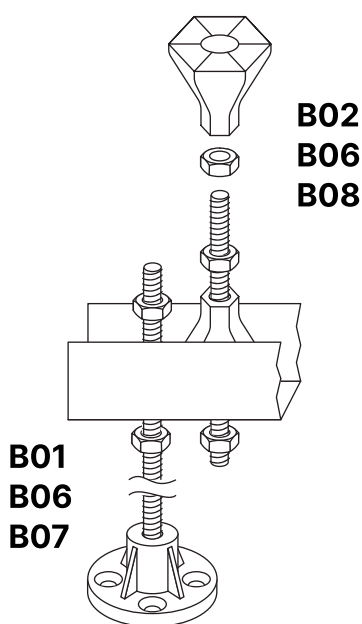

рисунок 1
- 2.1. Соберите четыре угловых ножки используя шпильки (B02), гайки (B06) и пластиковые ножки (B08) - *рисунок 1*.